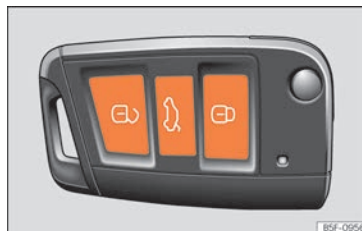

Abb. 85 Funkschlüssel: Tasten.
- Verriegeln: drücken Sie die Taste  »» **Abb. 85**.